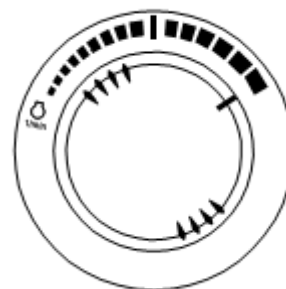

Рисунок 31
1. Установите регулятор скорости двигателя (рисунок 31) на нужную скорость.